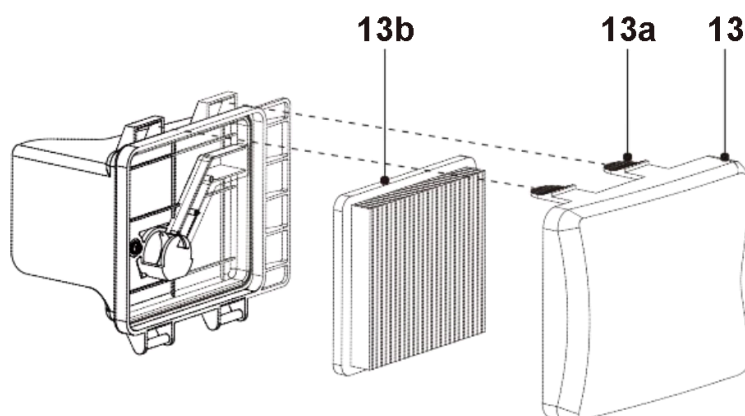

Рис. 28
2. Нажмите на две защелки (13a), чтобы отсоединить крышку воздушного фильтра (13), а затем снимите ее (рис. 28).
4. Закройте крышку воздушного фильтра (13) и убедитесь, что обе защелки (13a) зафиксированы должным образом.